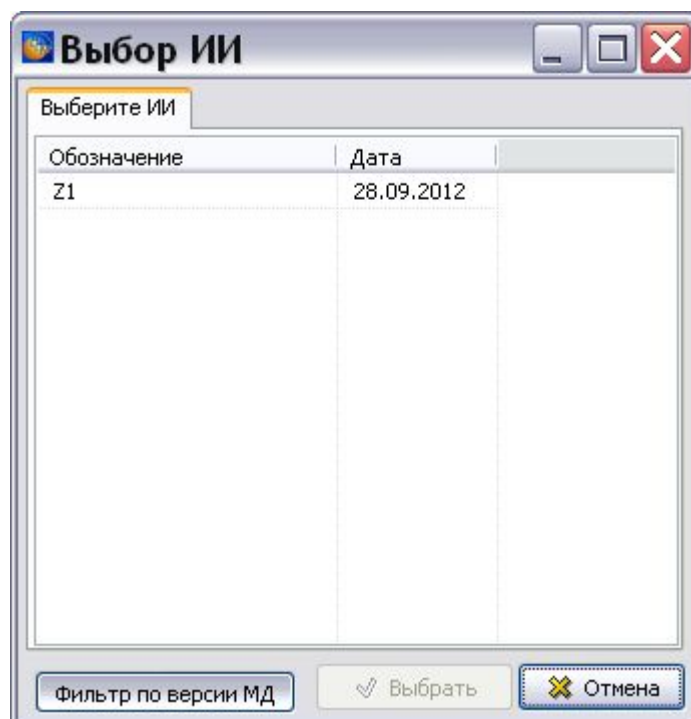

Рис. 9.22
4. Нажмите на кнопку **Добавить** . В окне **Выбор ИИ** выделите извещение об изменении, в соответствии с которым делалось изменение (Рис. 9.22).